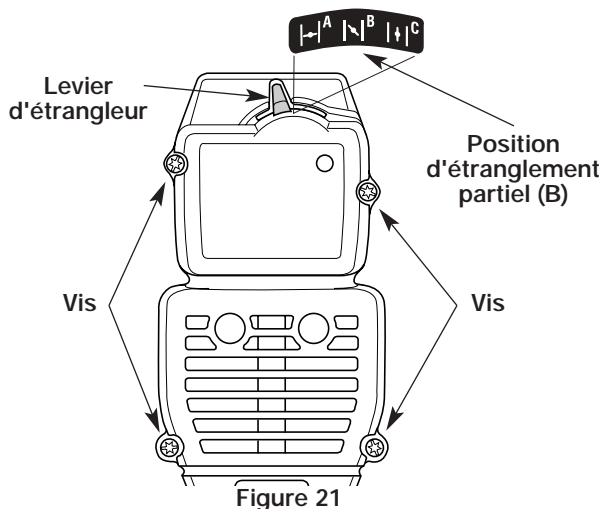

Figure 21
1. Mettez le levier d'étrangleur en position d'étranglement **PARTIEL (B)**.
**REMARQUE :** pour enlever le couvercle du filtre à air/silencieux, le levier d'étrangleur doit être en position d'étranglement **PARTIEL (B)** (Fig. 21).
2. Retirez les quatre (4) vis retenant le couvercle du filtre à air/silencieux (Fig. 21). Servez-vous d'un tournevis à lame plate ou à mèche no. 20 Torx.
**REMARQUE :** pour installer le couvercle du filtre à air/silencieux, le levier d'étrangleur doit être en position d'étranglement **PARTIEL (B)** (Fig. 21).
2. Insérez les quatre (4) vis dans les trous du filtre à air/couvercle du silencieux (Fig. 21) et **vissez sans trop serrer**.